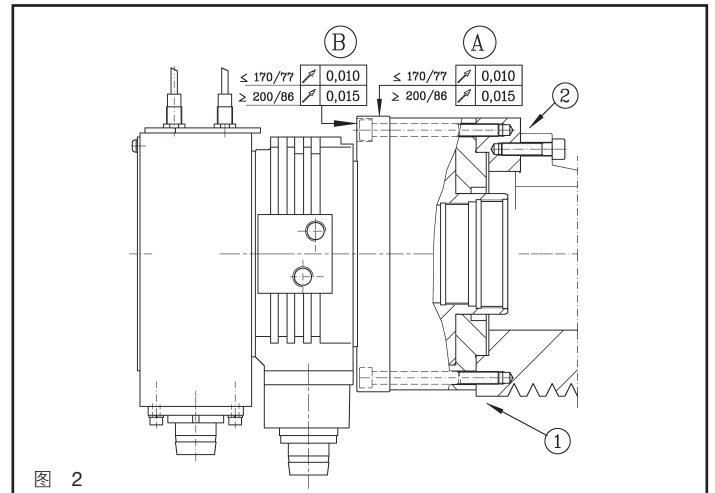

图 2
- 1.5 **螺钉从后面固定**：安装VNK油缸时可以使用从后面固定的螺钉(见图2的方案1)，因此，在许多应用中可以把油缸直接安装到皮带轮上，使油缸可以更接近主轴的后轴承。